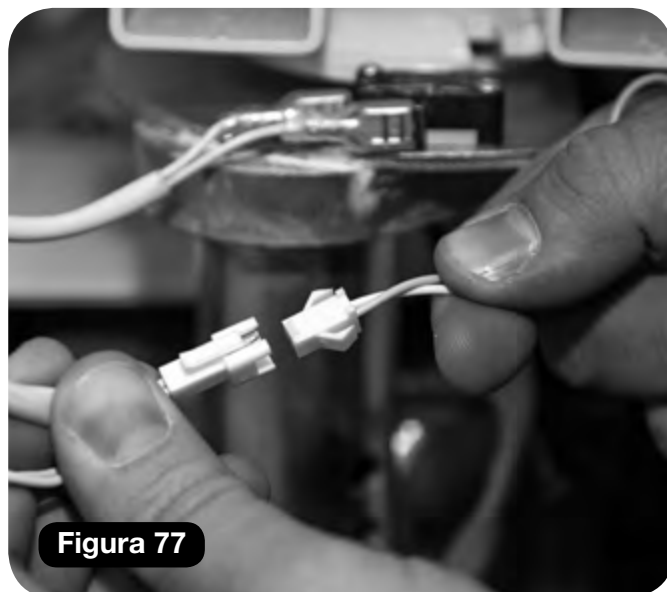

Figura 77
- c Collegare il cavo dell'interruttore a chiave dall'unità di alimentazione (arancio e verde) al connettore del cavo dell'interruttore di rotazione (2 x bianco) **(Figura 77)**.